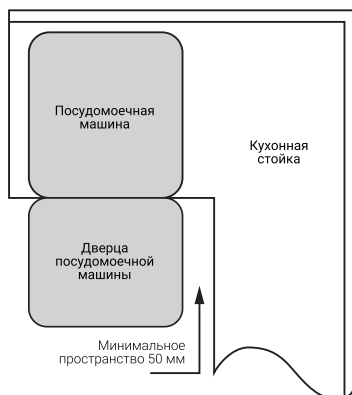

Рис. 2 Минимальное пространство, необходимое для открытия дверцы
2. Если машина устанавливается в углу комнаты, оставьте немного места (рис. 2), чтобы оставалось пространство для открытия дверцы.